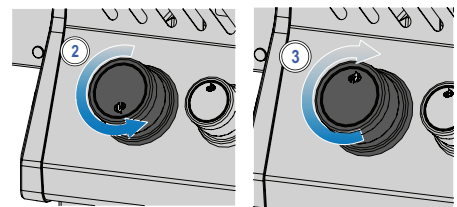

Fig. 1
4. La veilleuse et le brûleur ne s'allument pas en 5 secondes - tournez la commande dans le sens des aiguilles d'une montre jusqu'à la position OFF. Attendre 5 minutes pour que l'essence s'écoule. se dissiper. Répétez les étapes 2 et 3 ou allumez avec une allumette (Fig. 1).